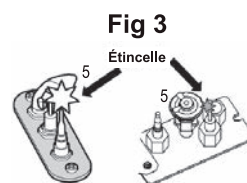
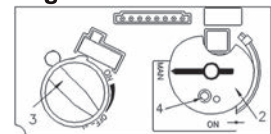

Fig 3
Fig 2
2. **POUR COUPER L'ALIMENTATION DE GAZ**, éteignez la soupape en pressant sur le bouton OFF (point rouge) sur la manette de télécommande (1).
- Attendez cinq (5) minutes pour laisser échapper tout le gaz. Vérifiez autour de l'appareil et près du plancher s'il y a une odeur de gaz. Si c'est le cas, **ARRÊTEZ!** Passez à l'étape B des mesures de sécurité ci-dessus. S'il n'y a pas d'odeur de gaz, passez à l'étape suivante.
3. **ALLUMAGE AUTOMATIQUE.** Repérez la veilleuse (fig. 3) dans la boîte de foyer.
- Mettez le bouton MAN (2) en position ON; réglez le bouton d'admission du gaz (3) au réglage le plus bas (⤵).
- Sur la télécommande, appuyez en même temps sur les boutons 'OFF' et  (grande flamme); un court signal sonore indique que l'allumage commence. D'autres signaux sonores indiquent que l'allumage est en cours. Quand la veilleuse est allumée, le bouton des flammes (3) tournera automatiquement au réglage le plus haut. Appuyez sur  (petite flamme) sur la télécommande pour réduire la hauteur des flammes.
4. **ALLUMAGE MANUEL** (fig. 2) : Avec la fenêtre enlevée, repérez la veilleuse (fig. 3) dans la boîte de foyer.
- Bouton MAN (2) en position MAN;
- Réglez le bouton du gaz (3) en position la plus basse (⤵);
- Avec une pointe comme un stylo, pressez le centre métallique (4) pour établir l'apport de gaz à la veilleuse;
- Toujours en pressant le centre métallique (4), allumez la veilleuse (5) avec une allumette. Continuez de presser le centre métallique (4) pour environ 10 secondes; relâchez et la veilleuse restera allumée.
- Si la veilleuse ne reste pas allumée après plusieurs essais, tournez le bouton du gaz (3) à "OFF" (⤵) et appelez votre agent de service ou votre fournisseur de gaz.
- Remplacez la fenêtre et mettez le bouton MAN (2) à ON; tournez le bouton du gaz (3) vers le haut (⤴) le bas (⤵) ou utilisez les boutons de flammes () () sur la télécommande pour les régler.